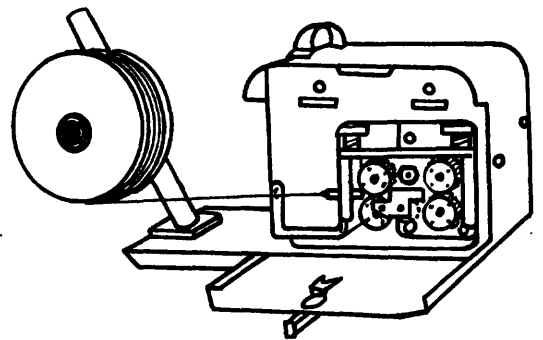

Fig. 1
- ___ a Fije el carrete de alambre al porta-carrete (fig. 1).